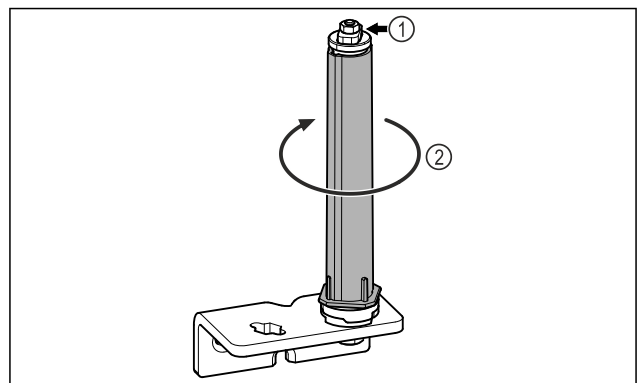

Fig. 22
- ▶ Не розбирати систему закриття дверей Fig. 22 (1).
- ▶ Повертати систему закриття Fig. 22 (2) до кляцання.